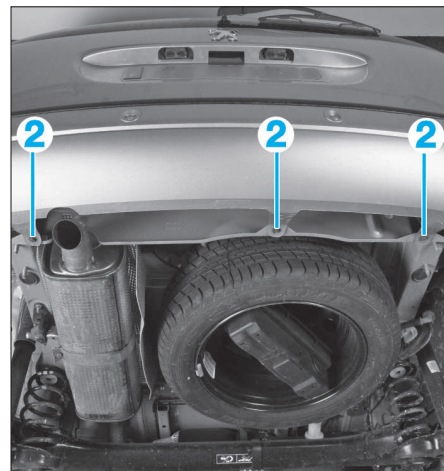

FIG. 67
- Déposer les vis (2) (Fig.67).